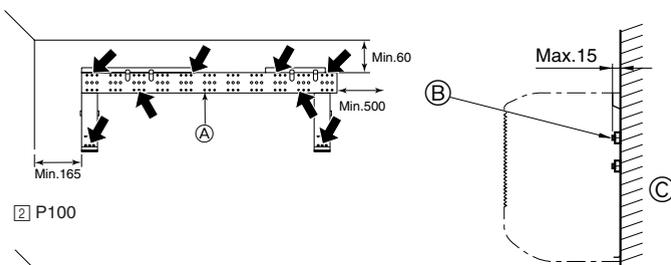

Fig. 3-4
- ▶ Die Sicherung der Wandbefestigung durch die Löcher in der Mittelreihe von 12 mm Durchmesser mit vor Ort gekauften Schrauben (Zuganker, Ankerschraube und Ankerschraube) mit M10- oder W3/8-Gewinde sichern. Die Spitze der Schraube darf nicht mehr als 15 mm aus der Wand herausragen. (Fig. 3-4)